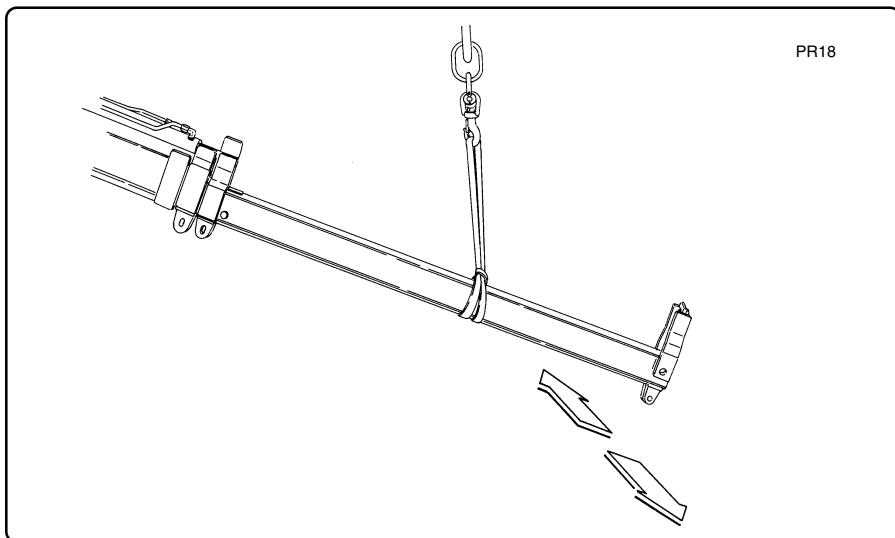

fig. 9.1.9
- Inclinare il pacco bracci della base verso il basso ad una inclinazione tale da poter agevolmente introdurre la prolunga (vedi fig. 9.1.9).
- *Tilt the booms pack of the base downwards so that the extension can be easily inserted (see fig. 9.1.9).*